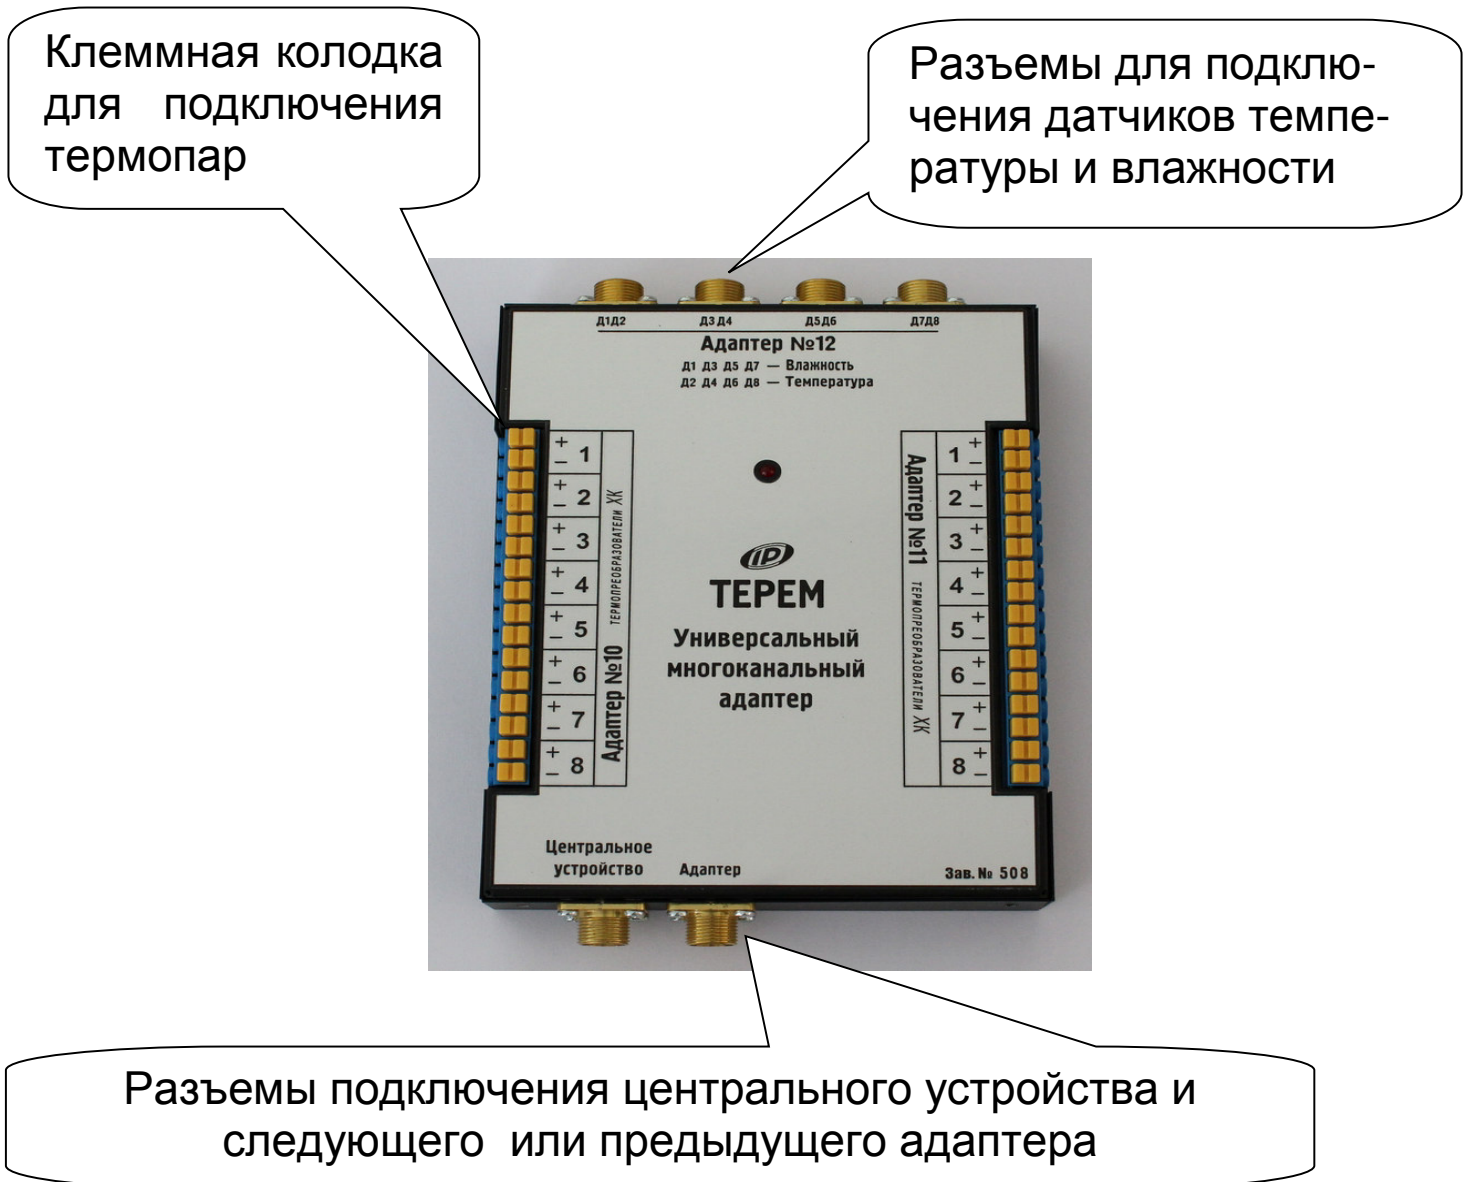

Рис. 4.4
4.5. Внешний вид одной из модификаций 8-канального адаптера показан на рис. 4.4. В корпусе адаптера размещены печатная плата, светодиод, загорающийся в момент измерений или мигающий при неисправностях, разъем подключения к центральному устройству и клеммная колодка подключения датчиков-термопар с пружинными контактами.